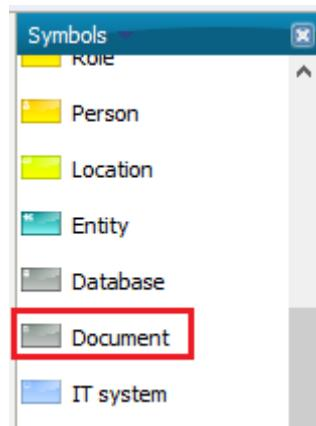

Рисунок 2.18
7. Поместить в область моделирования следующие объекты «Document» (рисунок 2.18):